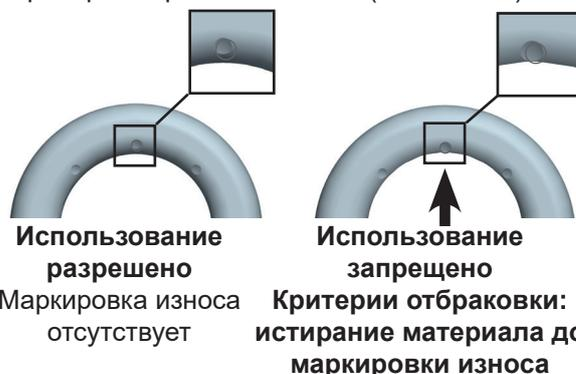

Рис. 17: Маркировка износа
- Тщательно контролируйте маркировку износа приварной крепежной точки (см. Рис. 17):